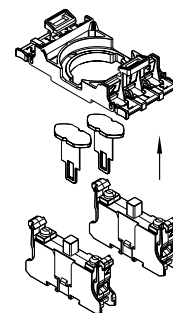

Fig.4
- Pré-montagem dos elementos de contacto no suporte de contacto (ver fig. 4): São permitidas apenas as posições exteriores para o equipamento*: